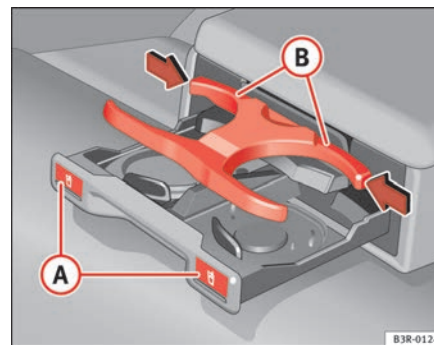

Abb. 124 Getränkehalter in der Armlehne hinten
- Drücken Sie auf das Symbol  **A** ⇒ Abb. 124.